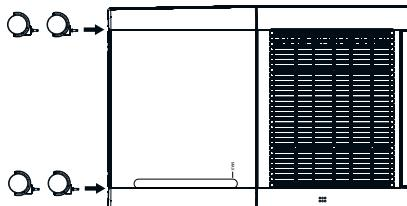

Fig. 1
- ◆ Poussez les roulettes ❶ dans les quatre trous situés sous l'appareil jusqu'à ce qu'elles s'enclenchent complètement (voir fig. 1).